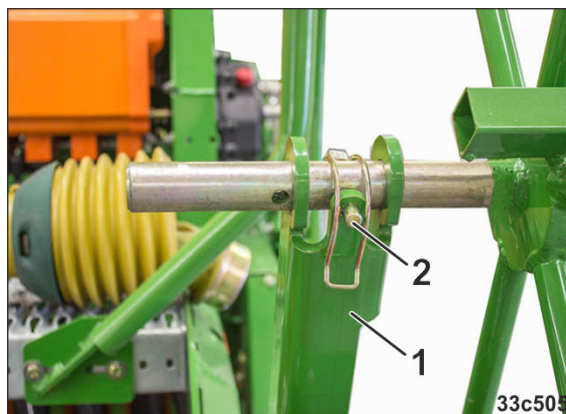

Рис. 145
1. Вытяните колесо с почвозацепами из транспортировочного крепления (Рис. 145/1). Колесо с почвозацепами зафиксировано шплинтом с кольцом (Рис. 145/2).